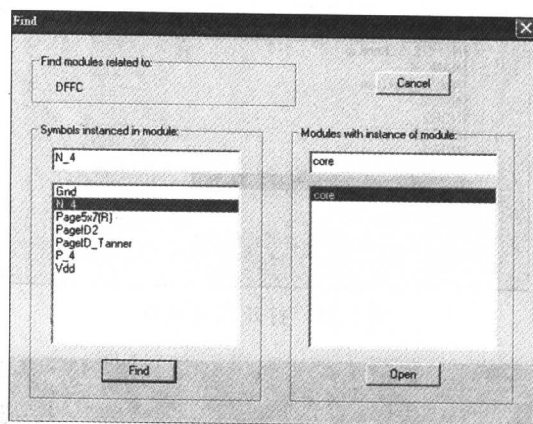

图 1.19 寻找引用到的模块
(10) 寻找引用到的模块: 选择 Module→Find Module 命令, 打开 Find 对话框, 如图 1.19 所示。